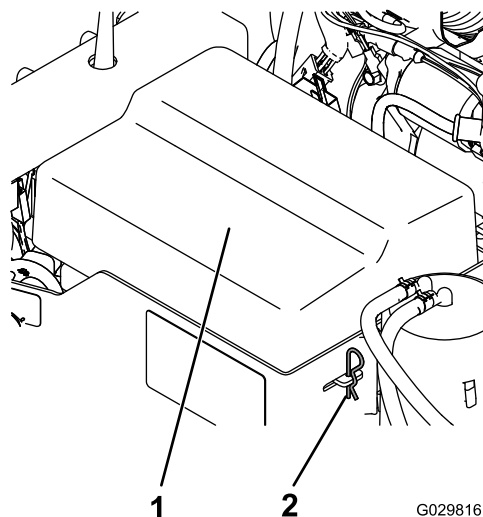

Figure 3
1. Détachez les clips qui retiennent le couvercle de batterie sur le compartiment de batterie (Figure 3).